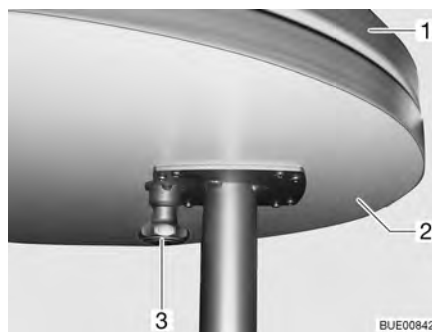

Bild 89 Fast bord
- Dra knappen (Bild 89,3) till låset nedåt och fäll ut bordsförlängningen (Bild 89,2).
- Fäll in bordsförlängningen (Bild 89,2) under bordsskivan (Bild 89,1) så att det hörs att låset hakar i.